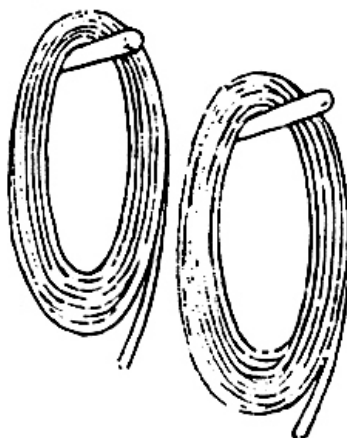

Figure 1 – Il faut suspendre tous les câbles pour leur permettre de sécher
- Eviter de les entreposer sur le sol, dans des boîtes ou dans des armoires où l'air ne circule pas beaucoup. Les accrocher plutôt en rouleaux lâches sur des chevilles de bois de grand diamètre bien au-dessus du sol et dans un endroit bien aéré (voir figure 1).